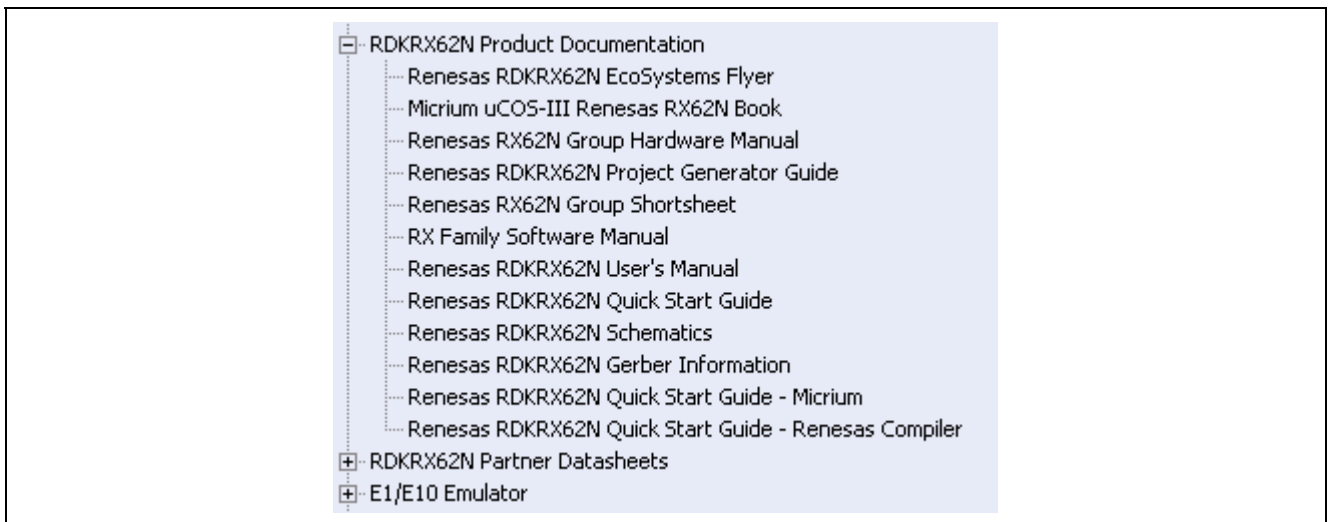

図1 YRDK62N CD をインストールすることで、このボードで使用されている MCU とサードパーティの周辺回路のドキュメントを参照できます。
- このボードで使用されるドキュメント。これには回路図、MCU ハードウェアマニュアル、ユーザマニュアルとサードパーティ・デバイスの情報を含みます。次の図 1 をご覧ください。